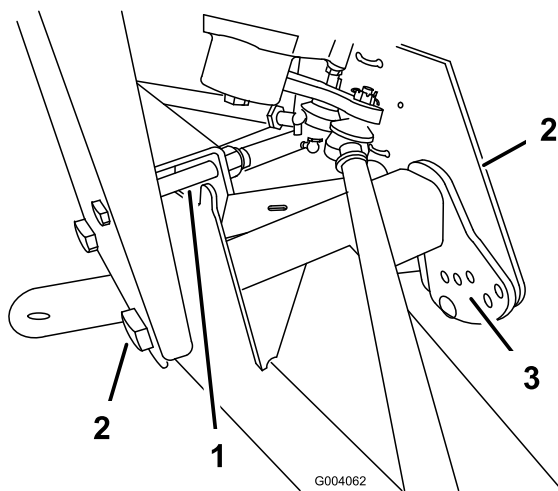

Figure 41
2. Enlevez le boulon limiteur de course (Figure 41).
3. Desserrez les boulons de centrage dans le bras triangulé avant (Figure 41).
4. Retirez le boulon de réglage de hauteur de caisse (Figure 41).
5. Tournez le bras triangulé avant à la position voulue (voir la note ci-après), puis remettez en place le boulon de réglage de hauteur de caisse (Figure 41).
7. Reposez le boulon limiteur de course (Figure 41).